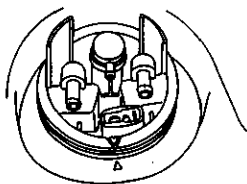

图 2-99 密封凸缘与燃油箱对正标记
6) 注意：密封凸缘上的箭头必须对准燃油箱上的箭头，如图 2-99 所示。